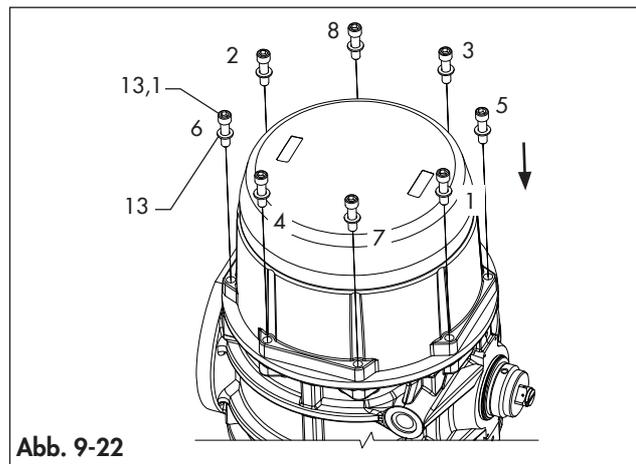

Abb. 9-22
- Befestigen Sie den Deckel (30), indem Sie die Schrauben (13) in der in Abb. 9-22 angegebenen Reihenfolge um jeweils 1 Umdrehung drehen.
- ➔ Beachten Sie die in Abb. 9-22 dargestellte Sequenz.
- Schließen Sie das Anziehen der Deckelschraube (13) ab, indem Sie jede Schraube in der in Abb. 9-22 gezeigten Reihenfolge um jeweils eine Umdrehung anziehen.